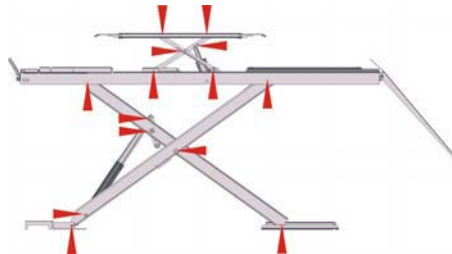

Abb. 9-1 Lagerstellen am Gerät
- Sichtkontrolle auf Verschleiß durchführen (Abb. 9-1, Seite 32).